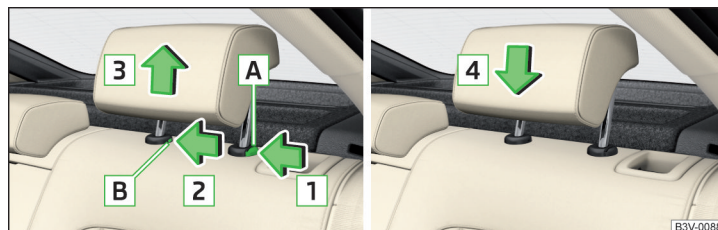

Fig. 98 Scoaterea/introducerea tetierei din spate
- Mențineți butonul de siguranță **A** în sensul săgeții **1**, în același timp (cu o șurubelniță plată cu lățimea de maxim 5 mm), apăsați butonul de siguranță în deschiderea **B** în sensul săgeții **2** și scoateți tetiera în sensul săgeții **3** » fig. 98.